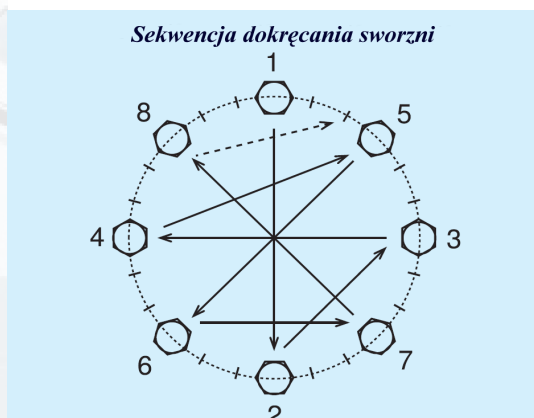

Rys. 1
- maksymalne dopuszczalne odchylenie płaskości powierzchni po obwodzie oraz radialnie nie może być większe niż $a = 0,0001 \cdot D_s [\text{mm}]$ (rys. 1),